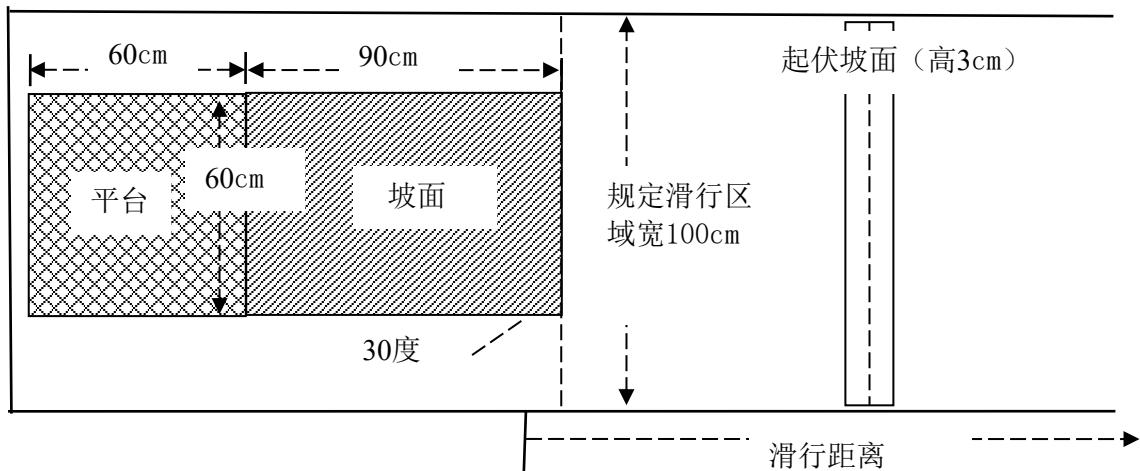

图1 滑行区域俯视图
3.小学低年级组和高年级组队员在车辆测试场地内(如图1、图2所示)先使用红外线遥控装置发出启动信号，车辆接受启动信号后从60cm的平台起点出发行驶至斜坡起点，再从长90cm、坡度为30°斜坡上静态释放，沿坡面在规定滑行区域内向前滑行，途中会经过一个高度 $\leq 3\text{cm}$ 的弧形起伏坡面，在车辆主体结构未严重损毁的前提下，保证车辆在规定区域内向前行进。